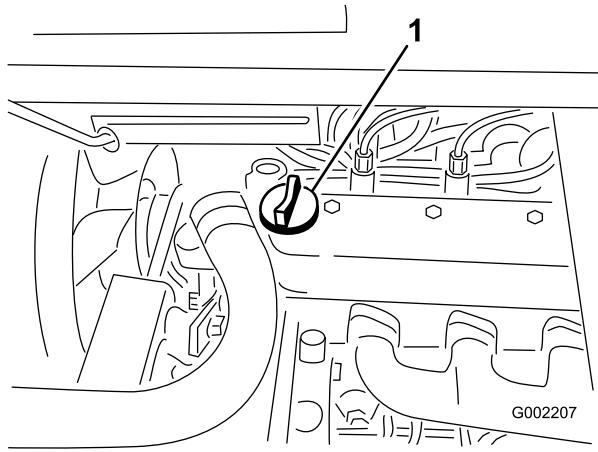

図 16
3. 油量が少なければ、バルブ・カバーの上についている補給口（図 16）を開け、ディップスティックの Full マークまでオイルを補給する；オイルの種類や粘度の選択については「エンジンの保守」の章の「エンジン・オイルについて」を参照。補給するときは、ディップスティックで確認しながら少量ずつ入れる。入れすぎないよう注意してください。